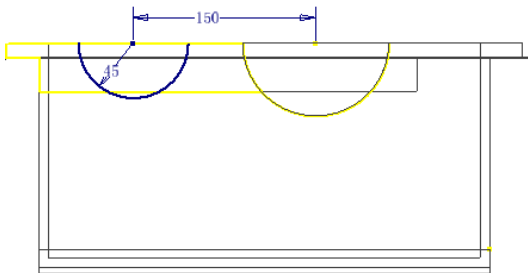
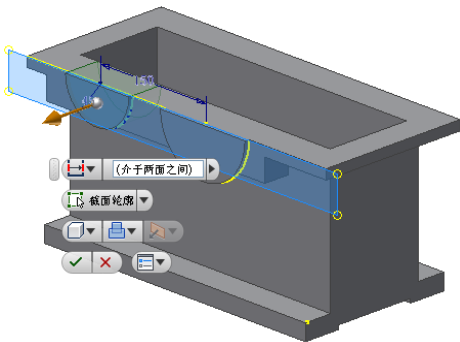
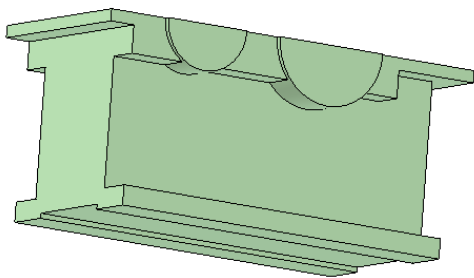

图 9-20 绘制拉伸草图
图 9-21 拉伸示意图
图 9-22 拉伸后零件
⑤按照相同的方法创建同侧的另外一个半圆凸台，创建如图 9-20 所示的草图图形，拉伸示意图如图 9-21 所示。完成拉伸后的零件如图 9-22 所示。注意该特征的拉伸终止方式以及起始表面和终止表面的选择同上一个半圆凸台完全相同。创建了两个半圆凸台的零件如图 9-21 所示。
⑥在零件的宽度方向的中心处创建工作平面以作为镜像凸台特征的对称平面。单击【三维